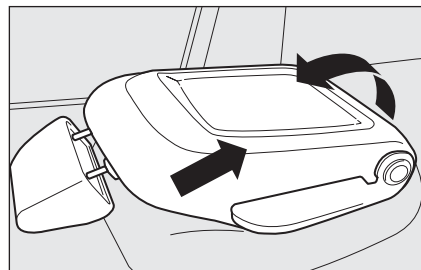

fig. 46
- ☐ spingere il sedile posteriore avanti fino a fine corsa **fig. 46**;